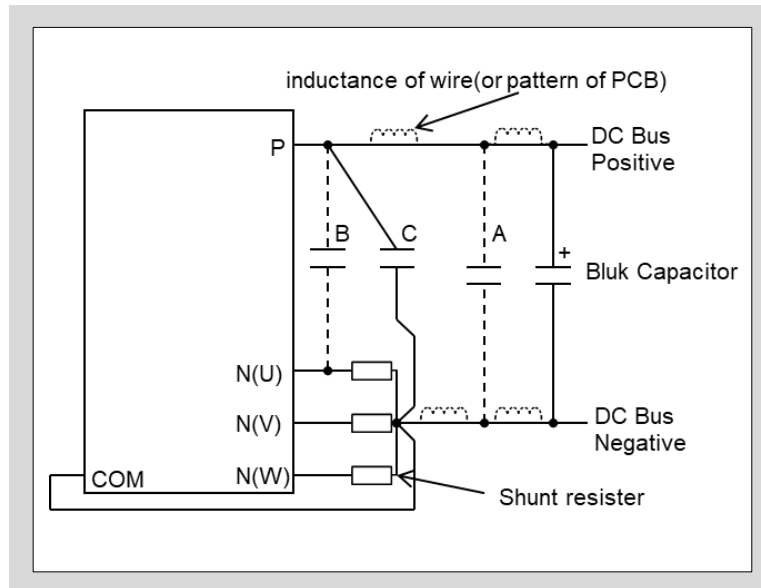

図4-1 シャント抵抗とスナバコンデンサの推奨配線
- 一般的には図4-1の”C”箇所に接続します。”A” 箇所にスナバコンデンサを接続すると、配線のインダクタンスが無視できないため、サージ電圧を効果的に抑制することができません。スナバコンデンサを”B”箇所に接続すると、スナバコンデンサに流れる充放電電流はシャント抵抗にも流れます。これは、電流検出信号に影響を与えるため、過電流保護レベルが設計値よりも低くなります。”B”箇所のサージ電圧抑制効果は、”A”または”C”箇所より優れていますが、電流検出精度を考慮すると”C”箇所の方が優れています。